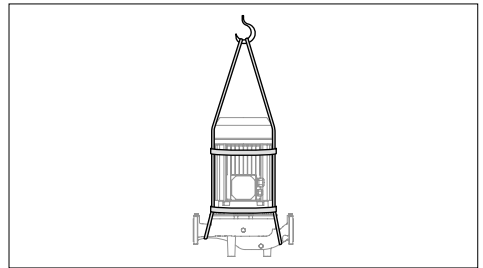

ABB. 1: Heben von 3E-Pumpen mit Hilfe eines Seils
- Entfernen Sie die Schraube zwischen dem Pumpengehäuse und der Motorhalterung und ziehen Sie den Motor einfach axial heraus. Verwenden Sie zum Anheben/Transportieren der Pumpe ein geeignetes Hebezeug. (ABB. 1)